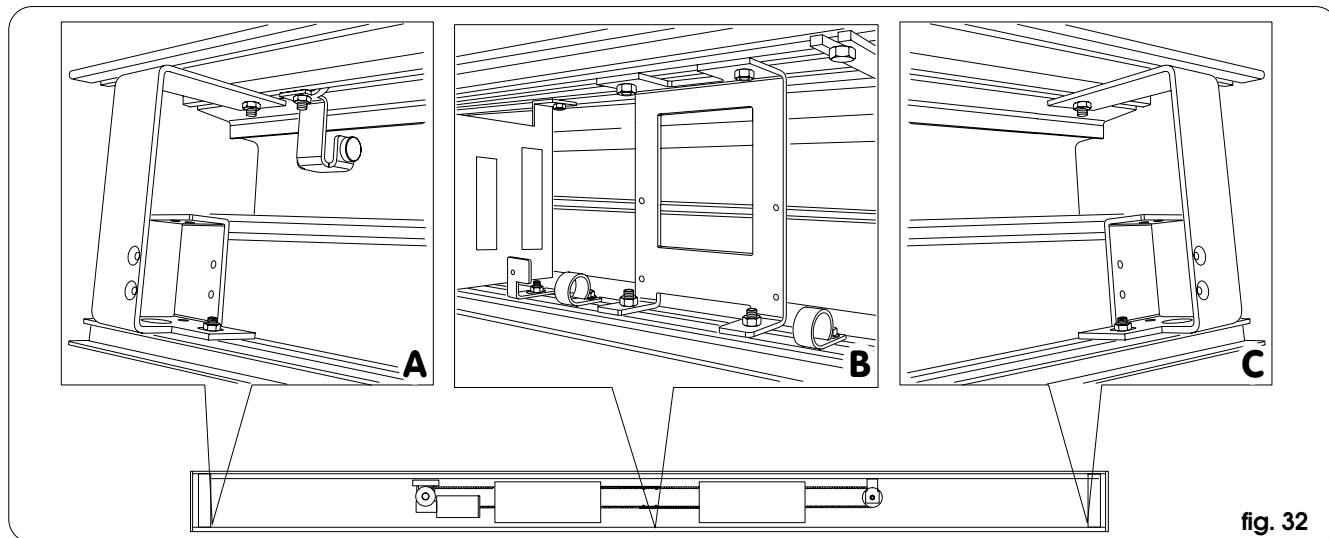

fig. 32
- las dos abrazaderas laterales de la fig. 32 ref. A y C (1 tornillo M6 para cada una);
- las dos argollas guía-cable lateralmente a la abrazadera central de la fig. 32 ref. B o al cerrojo si estuviera presente (1 tornillo M5 para cada uno).